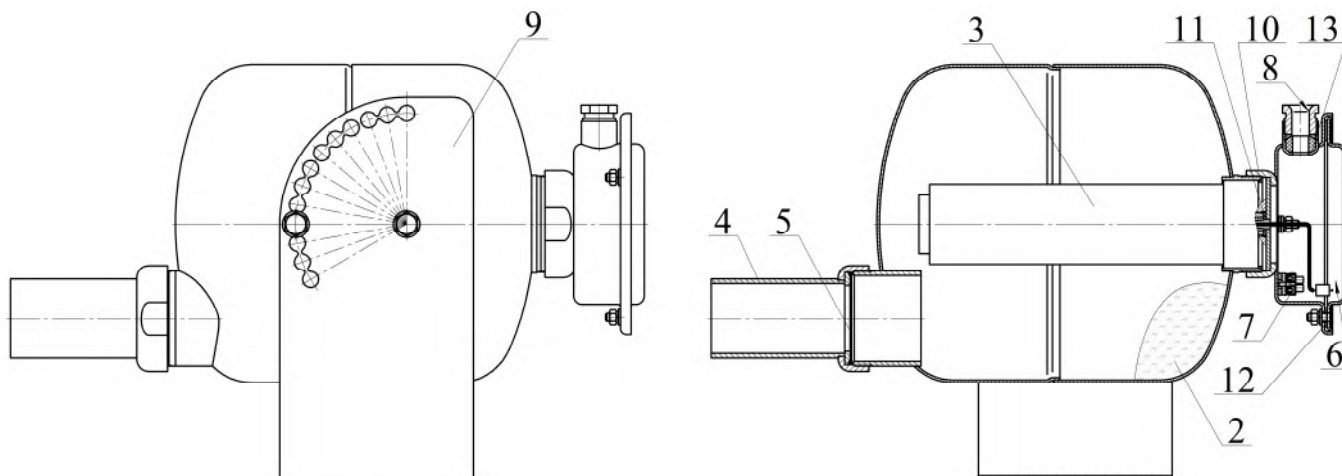

Рисунок 1
МПП (см. рисунок 1) состоит из корпуса **1**, в котором размещаются огнетушащий порошок (ОП) **2** и источник холодного газа (ИХГ) **3**. В нижней части корпуса находится насадок-распылитель **4**, выходное отверстие которого перекрыто мембраной **5**.
2.1.3 Закрепить кронштейн **9** (см. рисунок 1) на потолке, стене или иной несущей плоскости, расположенной под любым углом относительно поверхности пола. Координаты отверстий в кронштейне, предназначенном для крепления МПП, приведены на рисунке 3.